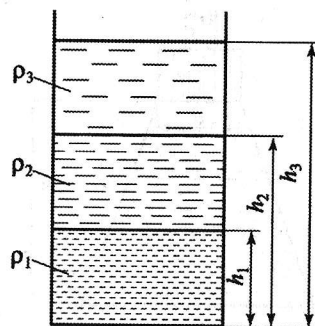

Рис. 2.6
**Задача 2.7.** Несмешивающиеся жидкости с плотностями  $\rho_1$ ,  $\rho_2$  и  $\rho_3$  находятся в сосуде (рис. 2.6). Определить избыточное давление на основание сосуда  $p_{\text{изб}}$ , если  $\rho_1 = 1000 \text{ кг/м}^3$ ;  $\rho_2 = 850 \text{ кг/м}^3$ ;  $\rho_3 = 760 \text{ кг/м}^3$ ;  $h_1 = 1 \text{ м}$ ;  $h_2 = 3 \text{ м}$ ;  $h_3 = 6 \text{ м}$ .